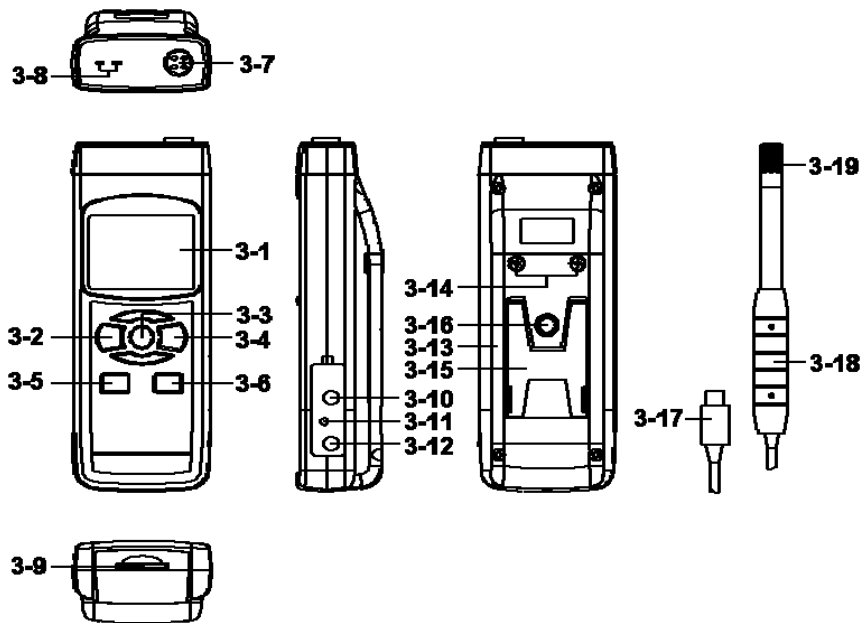

Fig.1
- 1) Encienda el medidor presionando momentáneamente el “Botón Encender” (3-2, Fig. 1).
- * Si presiona continuamente el “Botón Encender” (3-2, Fig. 1) durante 2 segundos el medidor se apagará.
Presionando continuamente el botón “Función” (3-3, Fig.1) (sin soltar el botón), la pantalla mostrará la siguiente secuencia de texto:
Hasta que en la pantalla aparezca el modo deseado (Función) no suelte el botón “Función” (3-3, Fig.1), el medidor ejecutará esta función.
- b. Conecte el "Enchufe de la sonda" (3-17, Fig. 1) en la " Toma del enchufe de la sonda" (3-7, Fig. 1).
Encienda el medidor presionando el "Botón Encender" (3-2, Fig. 1). En la pantalla LCD aparecerá la unidad "%H.r" y "°C o °F" a la misma vez que el valor de la medición (en la pantalla superior aparecerá el valor de la Humedad y en la pantalla superior el valor de la temperatura).
- b. No instale la “Sonda” (3-17, Fig.1) en el enchufe de la sonda (3-7, Fig.1)
- c. Enchufe la sonda de temperatura de termopar (sonda de temperatura opcional Tipo K o J) en el enchufe de “la toma de entrada de la sonda Tipo K/J” (3-8, Fig.1). En la pantalla aparecerá el valor de la medición tomada por la sonda de temperatura.
Durante la medición, presione el "Botón Hold" (3-3, Fig. 1) para mantener el valor de la medición y en la pantalla LCD aparecerá el símbolo " HOLD ".
- 1) La función de grabación de datos guarda las lecturas de los valores máximos y mínimos. Presione el botón "REC" (3-4, Fig.1) una vez para iniciar la función. El símbolo " REC " aparecerá en la pantalla.
- a. Presione el botón "REC" (3-4, Fig.1) el símbolo "REC MAX" junto con el valor máximo aparecerá en la pantalla. Si intenta borrar el valor máximo, presione el " Botón Hold " (3-3, Fig. 1) una vez, y en la pantalla solamente aparecerá el símbolo " REC. " mientras que la función de memoria se ejecutará continuamente.
- b. Presione el "Botón REC " (3-4, Fig. 1) de nuevo, el símbolo " REC. MIN. " junto con el valor mínimo aparecerán en la pantalla. Si intenta borrar el valor mínimo, presione el " Botón Hold " (3-3, Fig. 1) y en la pantalla solamente aparecerá el símbolo " REC. " mientras que la función de memoria se ejecutará continuamente.
Cuando conecte el medidor, la luz del fondo de la pantalla LCD se encenderá automáticamente. Durante la medición presione el "Botón Backlight" (3-2, Fig. 1) una vez para apagar la luz de fondo.
Prepare una tarjeta de memoria " SD " (de 1 GB hasta 16 GB), inserte la tarjeta SD en " la ranura de la tarjeta SD " (3-9, Fig. 1). La parte delantera de la tarjeta SD deberá estar de cara a la cubierta inferior.
Presione el botón " REC" (3-4, Fig. 1) una vez y en la pantalla LCD aparecerá el texto "REC", luego presione el "Botón Logger" (3-6, Fig. 1), y el símbolo " REC " parpadeará mientras que los datos de medición y la información horaria se guardan en el circuito de la memoria.
Durante la ejecución de la función de Datalogger, si se presiona el botón " Logger " (3-6, Fig. 1) una vez, se detendrá la función de Datalogger (dejará de guardar los datos de medición en el circuito de memoria temporalmente). A la misma vez, el texto " REC " dejará de parpadear.
Si presiona el "Botón Logger" una vez más (3-6, Fig. 1) el datalogger se ejecutará de nuevo y el texto " REC " parpadeará en la pantalla.
Mientras la función Datalogger está detenida, presione el botón " REC " (3-4, Fig. 1) continuamente al menos durante dos segundos. La indicación " REC " desaparecerá y se finalizará la función datalogger.
Presione el botón " REC (3-4, Fig. 1) una vez, en la pantalla aparecerá el texto " REC ", después presione el botón " Logger "(3-6, Fig. 1) una vez y el símbolo REC parpadeará y el bípé sonará una vez a la misma vez que los datos de medición con la información horaria se guardan en el circuito de memoria. La pantalla inferior mostrará la Posición (Localización) y también se guardará en la tarjeta SD.
Durante la ejecución del datalogger manual, presione el botón " ▲ " (3-5, Fig. 1) y el número inferior (nº de posición) parpadeará. Se puede usar el botón " ▲ " (3-6, Fig. 1) o "▼" (3-5, Fig. 1) para ajustar la posición de la medición (de 1 hasta 99, por ejemplo de la habitación 1 hasta habitación 99) para identificar la localización de la medición, la pantalla inferior mostrará P x (x = de 1 a 99). Tras seleccionar el número de posición presione el botón "Enter" (3-4, Fig. 1) para confirmar.
Presione el botón " REC " (3-4, Fig. 1) continuamente durante al menos 2 segundos, la indicación " REC " desaparecerá y se finalizará la función datalogger.